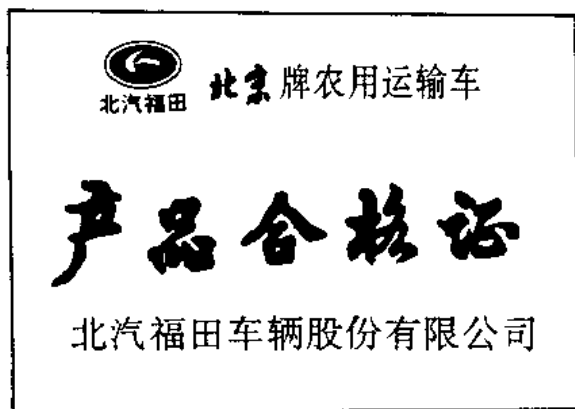

图 1-2-1 产品合格证
① 检查车辆合格证（如图 1-2-1）及使用说明书是否齐全。
② 检查售后服务卡内容是否真实。
③ 检查发动机号、车架号及农用运输车标牌是否齐全。发动机号用钢字打印在发动机气缸体后侧；底盘号一般打在左纵梁后部易见部位；农用运输车标牌在驾驶室